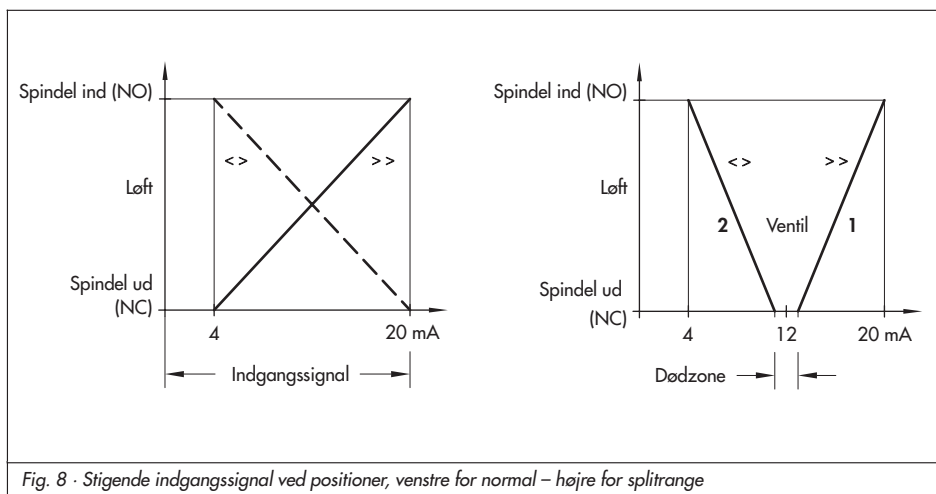

Fig. 8 · Stigende indgangssignal ved positioner, venstre for normal – højre for splitrange
Dette signal er normalt i området 4 til 20 (0 til 20) mA eller 2 til 10 (0 til 10) V og skal tilpasses ventilens løft (Fig. 8 venstre).
Ved split-range drift arbejder ventilerne med mindre styresignal. Herved får hver ventil halvt styresignal (f.eks. ventil 1; 4 til 12 mA, og ventil 2; 12 til 20 mA (Fig. 8 højre).
1. Skiven (1) med spindel (2) stilles, til kontakten udløses via rullen (2). Derefter drejes spindlen en omdrejning tilbage.
2. Potentiometerets tandhjul fastholdes i dens position og potentiometeraksen stilles med en skruestrækker mod venstre til anslag (Fig.8).
For at opnå korrekt overlappning af de to ventiler, skal der laves en dødzone på på 1 mA. (Fig. 8 højre).